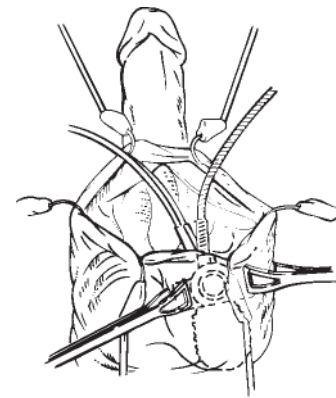

Abbildung 4-17.
3. Mit Allis- oder Babcock-Klemmen an den Pumpenleitungen die Pumpe während des weiteren Verfahrens durch die Haut des Skrotums in Position halten (**Abbildung 4-17**).